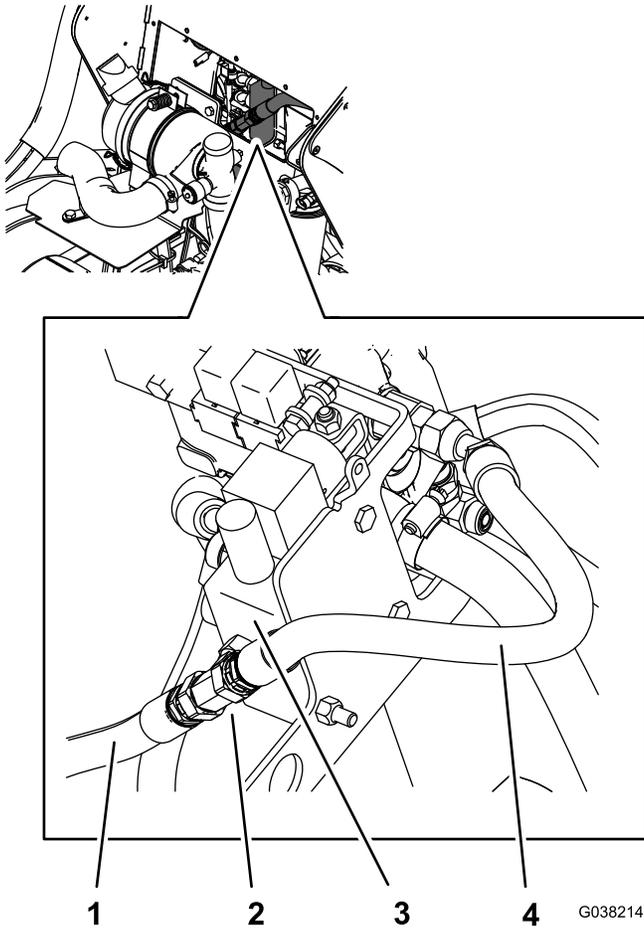

Figura 7
1. Rimuovete ed eliminate il flessibile corto illustrato nella Figura 7.
3. Scollegate il flessibile della pompa dal raccordo a T, e collegate il flessibile (Figura 7).